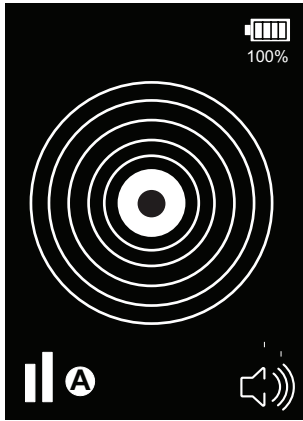

Fig. 7: Affichage des alarmes
- Si du fluide frigorigène est détecté, le son augmente en vitesse et en intensité et l'écran affiche des cercles concentriques qui s'agrandissent vers l'extérieur à mesure que la concentration du fluide frigorigène augmente (voir Fig. 7).